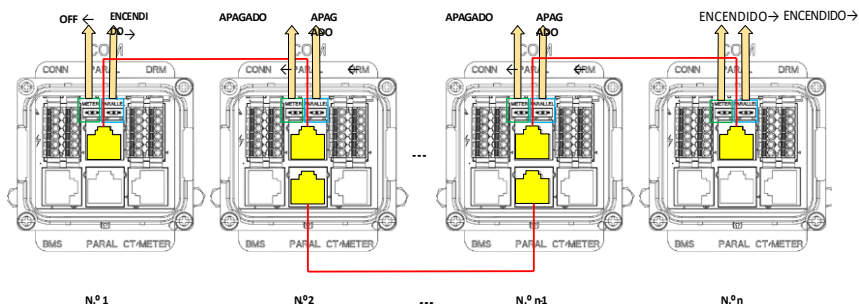

Figura 4-28 Conexión del cable de red paralelo
3. Encienda el sistema paralelo siguiendo los pasos que se indican en la Figura 4-28.
- ① Cierre el interruptor de circuito de CA del lado de la red de cada inversor.
- ② Cierre el interruptor automático de CA del lado de carga de cada inversor.
- ③ Cierre el interruptor fotovoltaico del lado fotovoltaico de cada inversor.
- ④ Cierre el interruptor de CC del lado del almacenamiento de energía de cada inversor.